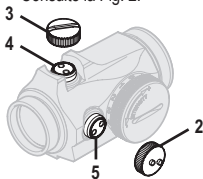

Fig. 2 Retire las tapas
- a. Abra las tapas de los objetivos (11) y (12).
b. Haga girar el conmutador giratorio (8) hacia la derecha hasta que el punto rojo tenga una intensidad adecuada para el contraste respecto al blanco.
c. Para acceder al tornillo de ajuste de la elevación (4) y al tornillo de ajuste de la deriva (5), retire la tapa de ajuste (2) y la tapa (3). Consulte la Fig. 2.